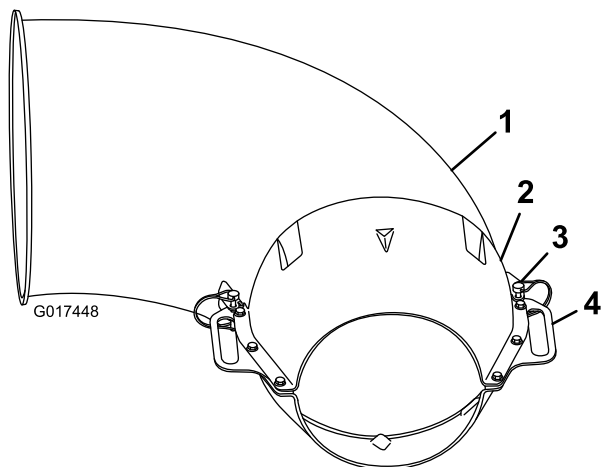

Figura 4
2. Inserite i perni di traino nei fori delle staffe di aggancio e delle maniglie per fissare la prolunga all'estremità dell'ugello (Figura 4).